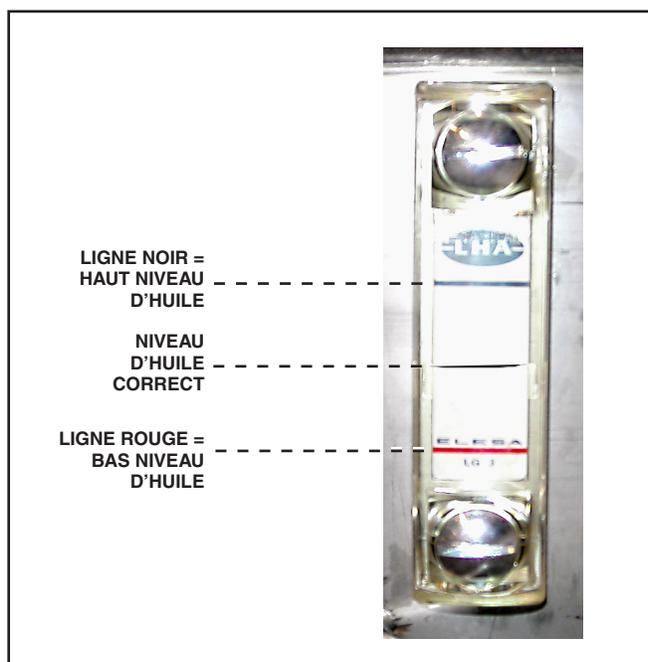

Figure 5 - Vitre témoin (typique)
La vérification du niveau d'huile hydraulique peut être effectuée avec un moteur en marche ou non. Utiliser l'indicateur situé sur le côté du réservoir afin de vérifier le niveau d'huile. L'indicateur du niveau d'huile devrait être situé environ au centre de l'indicateur, mais pas moins de 6 mm (¼ po) au-dessus de la ligne rouge. Voir Figure 5. Si le niveau d'huile est en dehors de ces limites, de l'huile devra être ajoutée ou retirée, au besoin.
2. Remplir le réservoir jusqu'à ce que l'indicateur de niveau d'huile indique un niveau d'huile correct. Voir Figure 5.